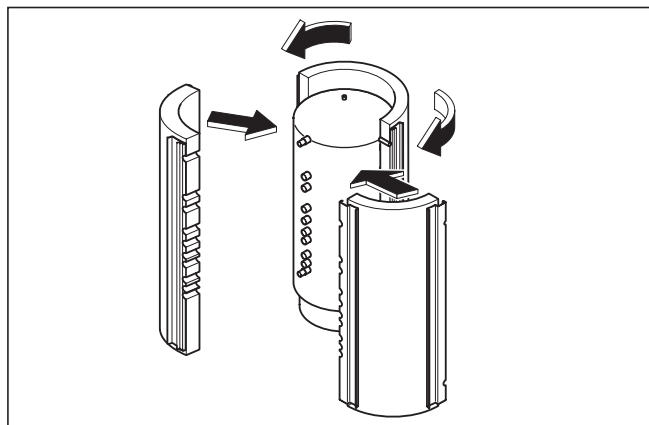

Fig. 4.4 Anbringelse af isoleringsindkapslinger
- Svøb den store (forreste) isoleringsindkapsling om multifunktionsbeholderen, som vist på fig. 4.4, idet De starter foran.